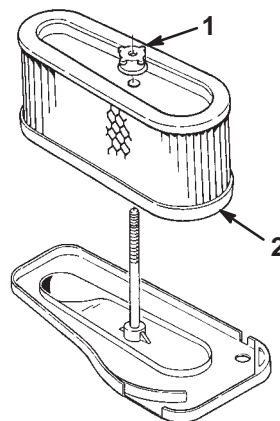

Figure 20
5. Dévissez l'écrou en caoutchouc et retirez l'élément en papier (Fig. 20).
2. Enfilez le filtre complet sur la longue tige. Vissez ensuite l'écrou en caoutchouc à la main, en appui contre le filtre à air (Fig. 20).